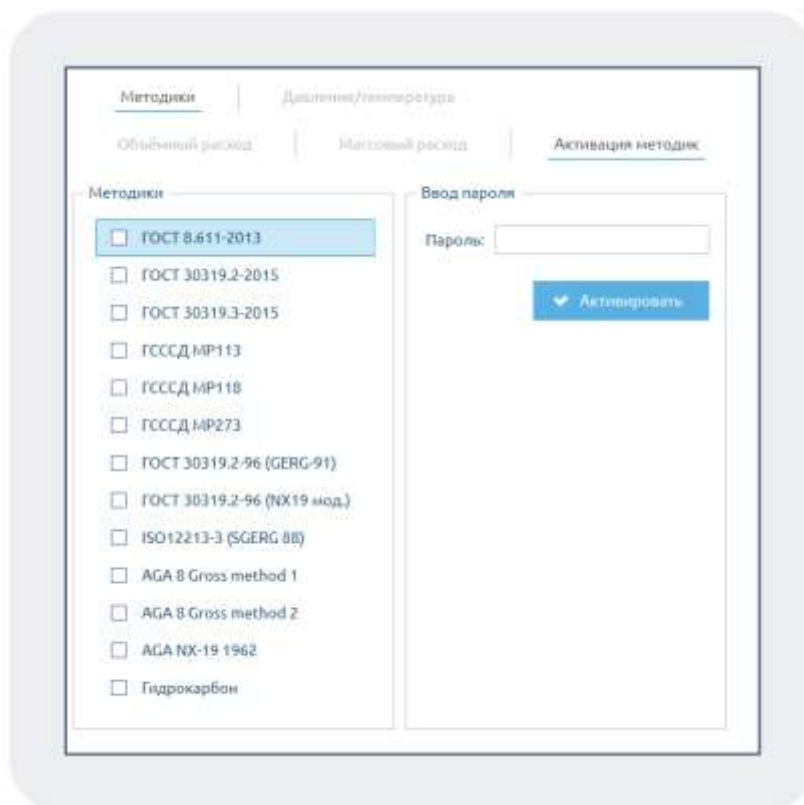

Рисунок 60 – Выбор методик вычисления
- выбрать методику вычисления расхода в стандартных условиях (рисунок 60).